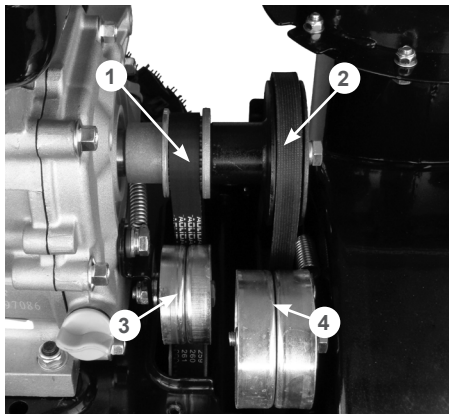

Рис. 40. Обслуживание ремней привода
2. Проверьте состояние ремней (Рис. 40). Если ремень протерт, надорван или заметны иные повреждения, он должен быть незамедлительно заменен.